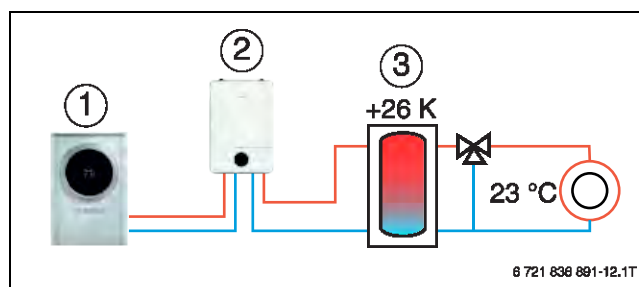

Bild 134 Thermische Speicherung in den Pufferspeicher mit gemischtem Heizkreis
- Thermische Speicherung in den Pufferspeicher mit gemischtem Heizkreis (→ Bild 134): Bei aktivem Energiemanager wird die „Raumtemperatur“ von der HPC 410 angehoben, gleichzeitig wird der Puffer auf die max. mögliche Temperatur durch den Kompressor aufgeheizt (Potenzial: Pufferspeicherinhalt abhängig der Heizkurve z. B. von 35 °C auf ca. 58 °C).